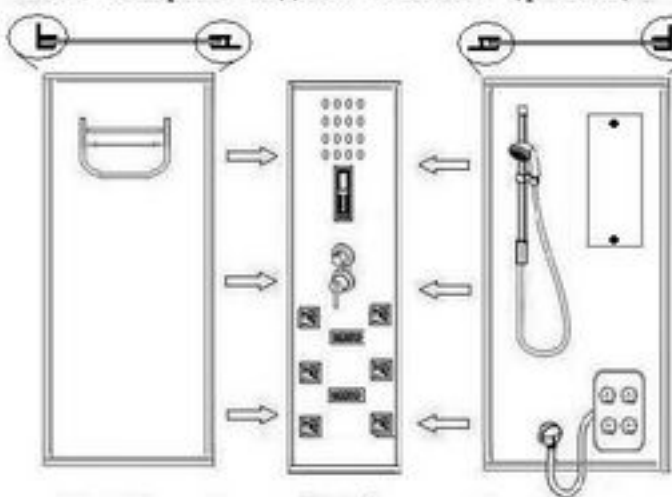

Рис.3
4.1. Сборка задних стенок (рис.3).
Совместите отверстия для крепежа на центральной стойке /7/ и на задних стенках /5 и 8/, скрепите их с помощью саморезов 4*8 /39/ (рис. 3)